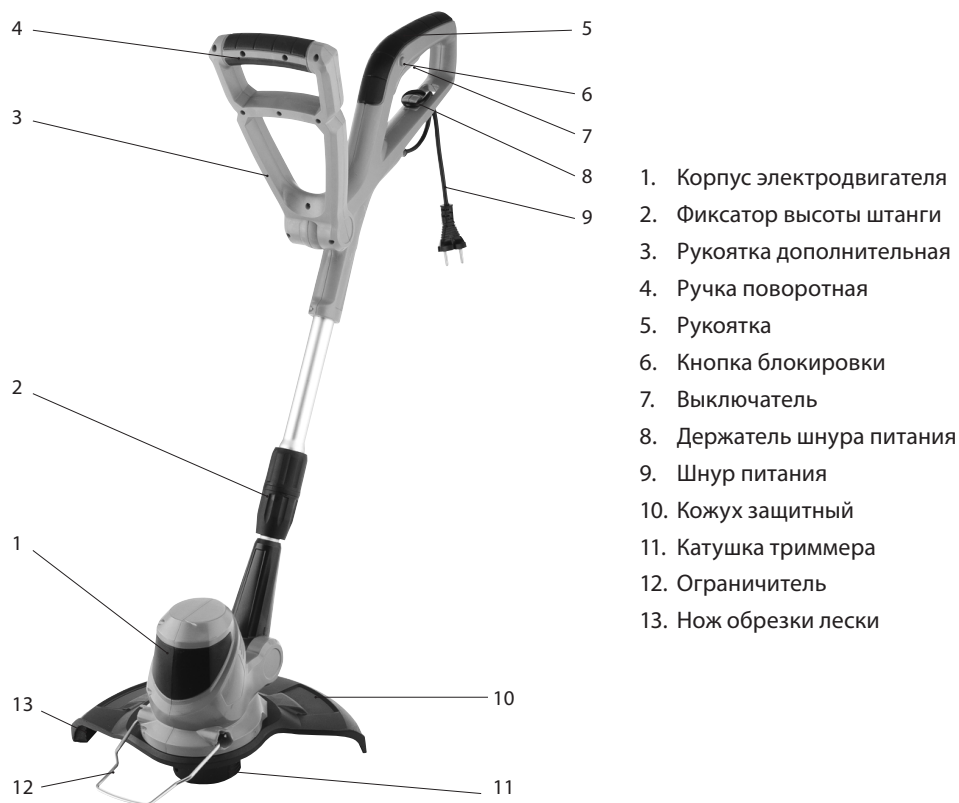
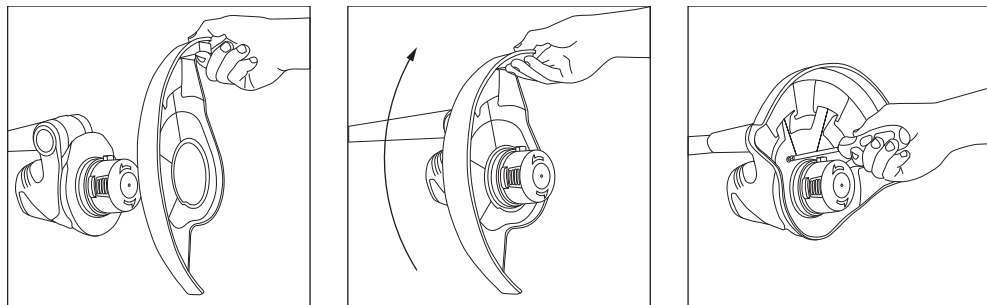
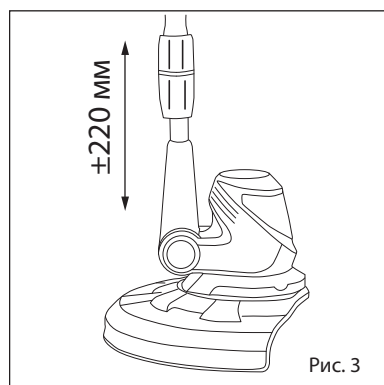

Рис. 1
Рис. 2
Рис. 3
Для безопасной работы использовать защитный кожух (10) (рисунок 1) триммерной катушки!
Установить защитный кожух на корпус электродвигателя, повернуть по часовой стрелке и закрепить винтом (рисунок 2). Установить ограничитель (12) (рисунок 1).
Отрегулировать высоту триммера, ослабив фиксатор (2) (рисунок 1), установить необходимый уровень, зафиксировать штангу (рисунок 3).
Дополнительная рукоятка может устанавливаться в диапазоне от 0 до 120 градусов. Отрегулировать дополнительную рукоятку триммера, для этого повернуть ручку 4 (рисунок 1) рукоятки по стрелке (рисунок 4), установить необходимый угол наклона.